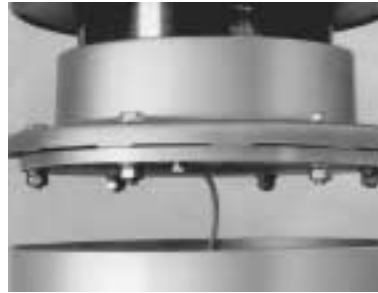

Fig. 3 Conexión entre unidades / Connection between capacitive units
2) Unidad intermedia (cuando la haya) Se quitará de la parte superior el disco de madera que protege el (los) compensador(es) metálico(s). Se izará la unidad superior (anteriormente preparada) y se colocará sobre la intermedia, conectando el cable de conexión entre ambas al agujero roscado -situado en la parte inferior de la unidad superior- mediante el tornillo colocado en dicho agujero (ver fig. 3).
2) Intermediate unit (when existing): Remove from the upper part the wooden disk that protects the metallic compensators, rise the upper unit (previously prepared) and place it over the intermediate unit connecting the cable that is on the upper part of the unit below to the bolt placed in the base of the unit above as shown in fig. 3.
IMPORTANT: DON'T FORGET TO MAKE THE CONNECTIONS BETWEEN THE CAPACITIVE UNITS (when there are more than one) (see fig. 3).
IMPORTANT: NO OLVIDAR REALIZAR LAS CONEXIONES ENTRE UNIDADES (CUANDO LAS HAYA) (ver fig. 3).